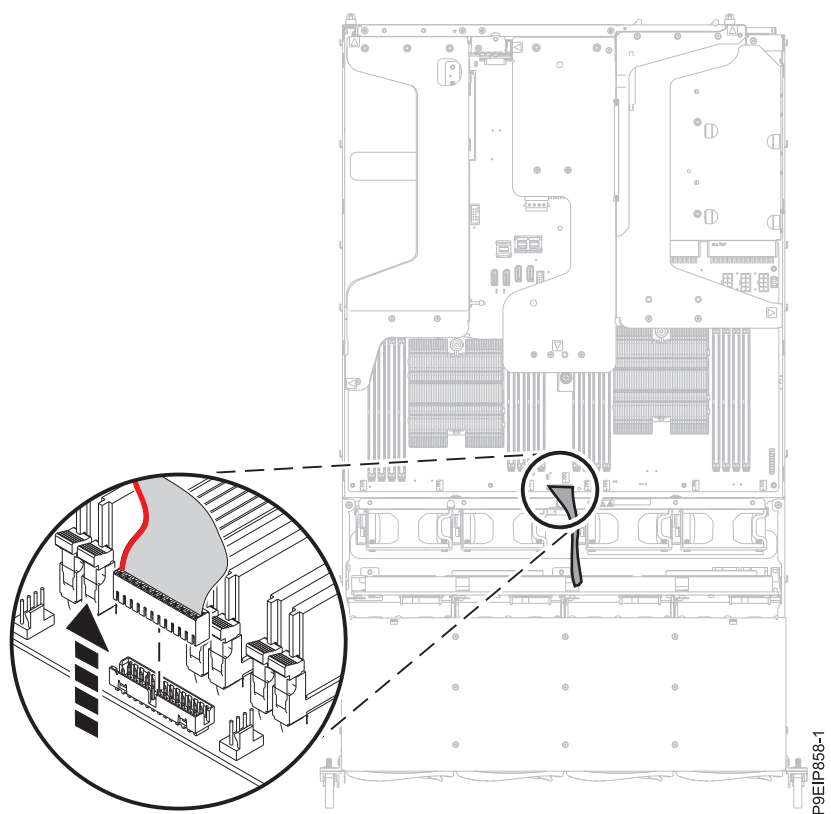

Figure 64. Retrait du câble du panneau de commande
7. Retirez le câble du panneau de commande du fond de panier système, comme indiqué dans la figure 64, à la page 59.